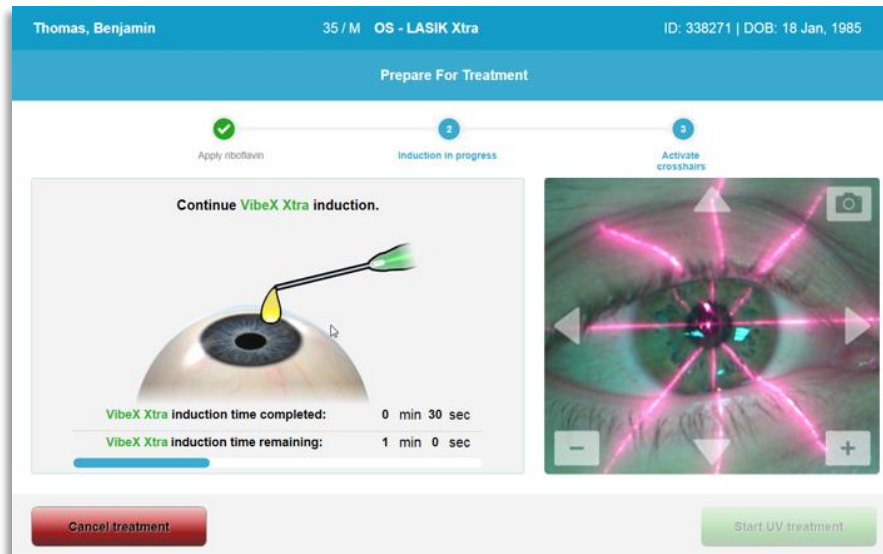

Figure 3-22. Alignement des mires durant l'induction
- Les lasers d'alignement rouges s'allument 30 secondes avant la fin de la période d'induction, comme illustré à la figure 3-22.